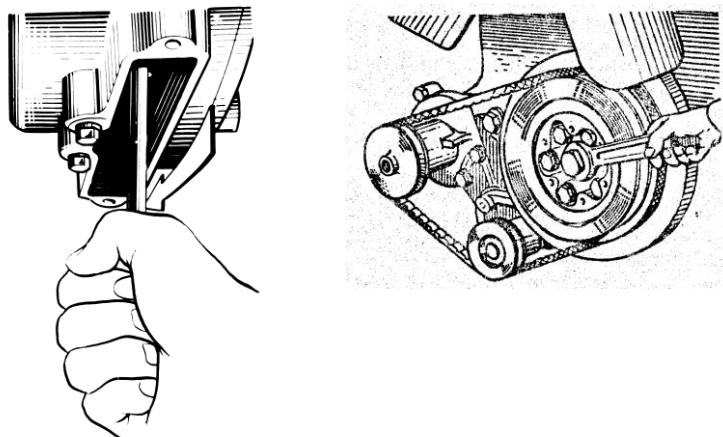

Рис. 55. Проворачивание коленчатого вала
4. Проворачивая коленчатый вал по часовой стрелке (при виде со стороны вентилятора) спереди ключом за болт крепления шкива или сзади воротком за маховик через люк в нижней части картера маховика, используя отверстия в маховике (рис. 55), установить момент, когда впускной клапан первого цилиндра полностью поднимется (то есть закроется). Продолжая вращать коленчатый вал, повернуть его еще примерно на 1/3 оборота ( $\approx 120^\circ$ ). Это положение коленчатого вала соответствует такту сжатия в первом цилиндре и оба клапана этого цилиндра будут закрыты.
Вращать коленчатый вал можно ключом за болт крепления шкива коленчатого вала или ломиком за отверстия в маховике (рис. 55) при снятой крышке люка картера маховика.